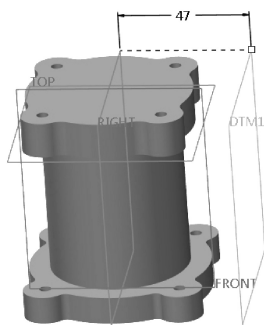

图 4-167 偏移平面 1
- (1) 单击【模型】→ (创建基准平面), 弹出【基准平面】对话框;
- (2) 选择 RIGHT 基准面做为偏移面, 输入偏移距离为 47, 新创建基准平面为 DTM1, 如图 4-167 所示。